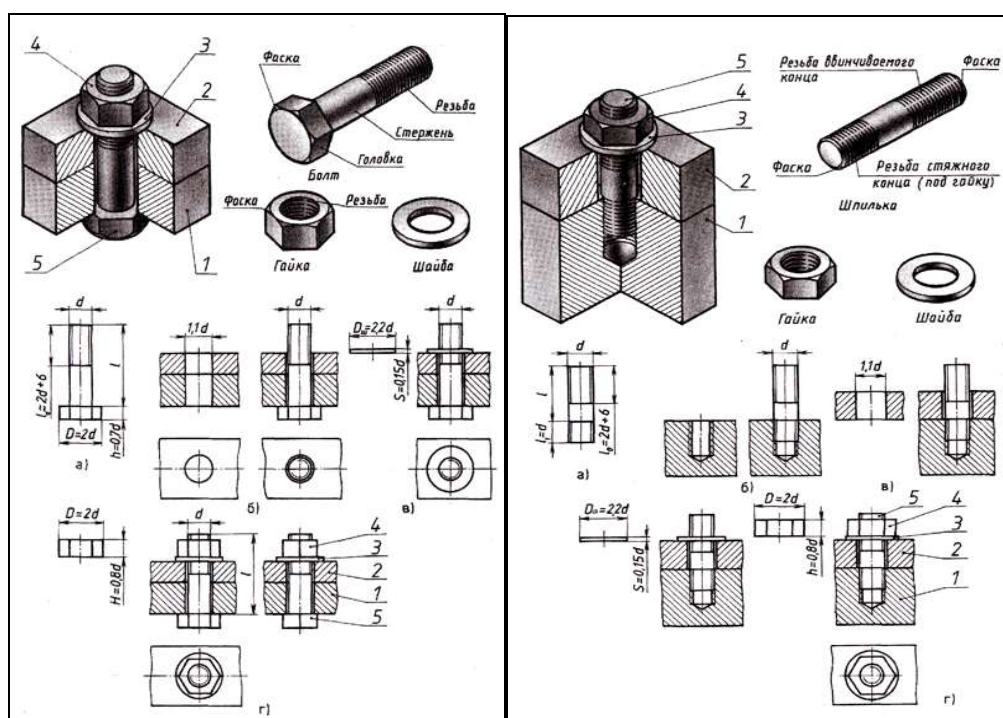

Рис.38,б Соединение болтом и шпилькой
3.Соединение деталей шпилькой применяют тогда, когда в одной из соединяемых деталей в связи с её реконструктивными особенностями нельзя или нецелесообразно сверлить сквозные отверстия. В соединение шпилькой входят: шпилька, шайба и гайка (рис.38,б).
Остальные размеры шпильчатого соединения рассчитывают по приведенным условным соотношениям (рис.38,а)